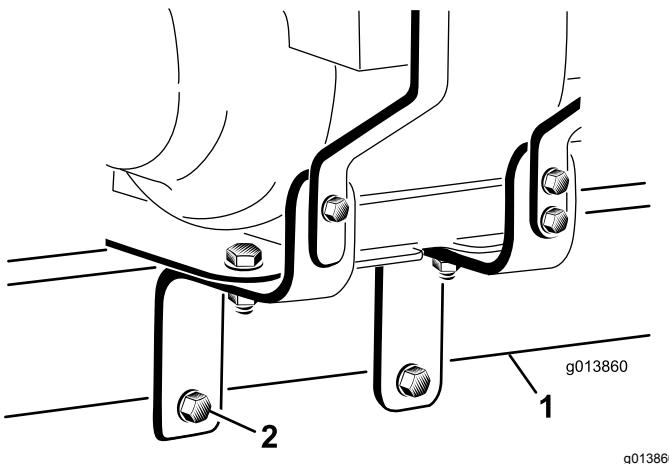

Bild 7
21. Stecken Sie die zwei Bolzen ($\frac{1}{2}$ " x 3") durch die Löcher in der Motorbefestigungshalterung und stellen Sie sicher, dass eine Flachscheibe an jeder Außenseite der Motorbefestigungshalterung angebracht ist, und dass die Bolzen an der Unterseite des ProPass-Anbauvorrichtungsrohrs herausstehen. Ziehen Sie die zwei Muttern ($\frac{1}{2}$ ") mit der Hand an (Bild 7).